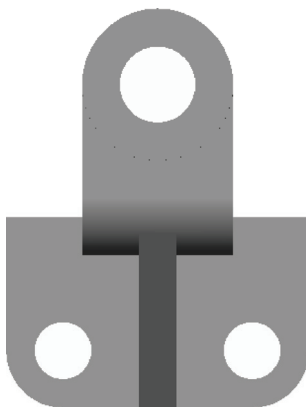

图 1-49 设置视角效果
STEP 04 执行上述操作后,即可设置视角,效果如图 1-49 所示。